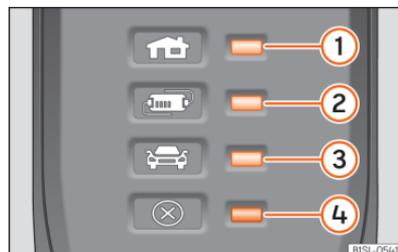

Fig. 67 No cabo de carregamento para tomadas de corrente: Luzes de controlo do dispositivo de proteção.
>>> Fig. 67:
O dispositivo de proteção eletrónico »» Fig. 67 faz com que o conector de carregamento permaneça sem corrente até se ligar na tomada de carregamento do veículo.
Uma ou várias luzes de controlo »» Fig. 67 ①, ② ou ③ acendem a verde.
Indicação »» Fig. 67	Significado
①, ④ piscam	O conector para a habitação aqueceu muito.
②, ④ piscam	O dispositivo de proteção foi aquecido muito.
Se o processo de carregamento continuar com uma corrente inferior, além do indicador de funcionamento, pisca a luz de advertência »» Fig. 67 ④ a vermelho.
- Se voltar a ocorrer um desligamento ou redução da corrente de carregamento e a causa não parece ser a exposição a uma fonte de calor externa, observe que luz de controlo verde pisca »» Fig. 67. Para a verificação do cabo de carregamento, dirija-se a um concessionário SEAT. Para a verificação da ligação da infraestrutura, dirija-se a um estabelecimento especializado em instalações elétricas.
Se a luz de advertência ④ vermelha pisca ou acender sem que se acenda por sua vez de forma permanente uma luz de controlo »» Fig. 67 ①, ② ou ③ o indicador de funcionamento, há uma avaria.
>>> Fig. 67